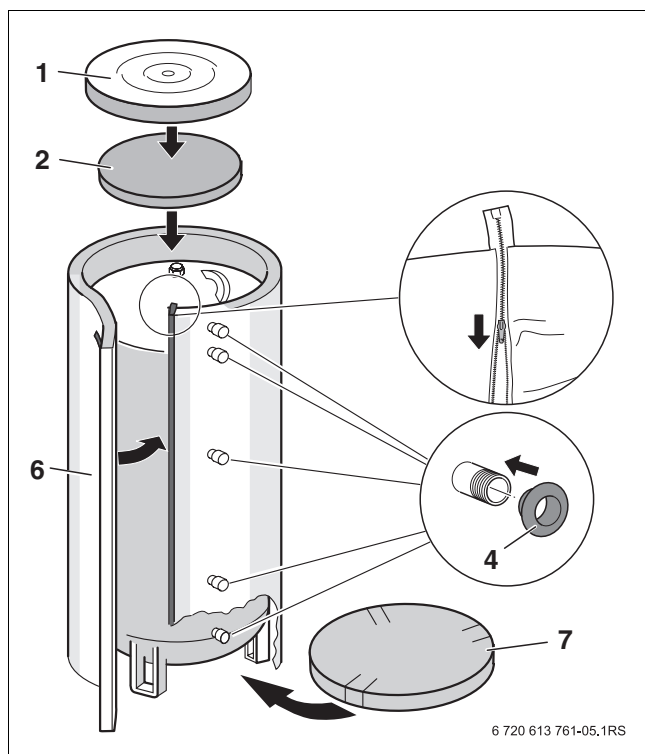
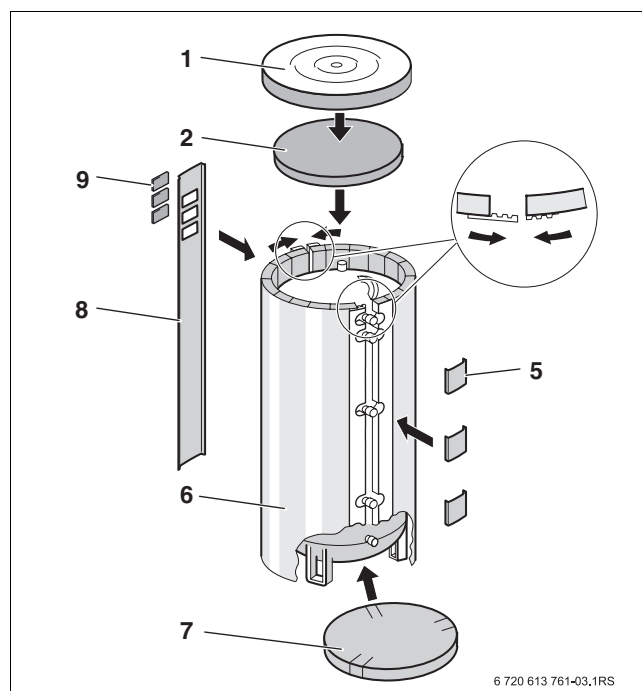

Fig. 7 Montarea izolației termice la P 500/750/1000 -80S
Fig. 8 Montarea izolației termice la P 500/750/1000 -120S
- ▶ Împingeți sub acumulator izolația de spumă moale cu găuri pentru picioarele reglabile din partea inferioară (→ Fig. 7 și Fig. 8, [7]).
- ▶ Poziționați izolația din spumă moale la partea superioară (→ Fig. 7 și Fig. 8, [2]) și amplasați capacul acumulatorului (→ Fig. 7 și Fig. 8, [1]). În acest timp fiți atenți la o izolație termică completă a acumulatorului.